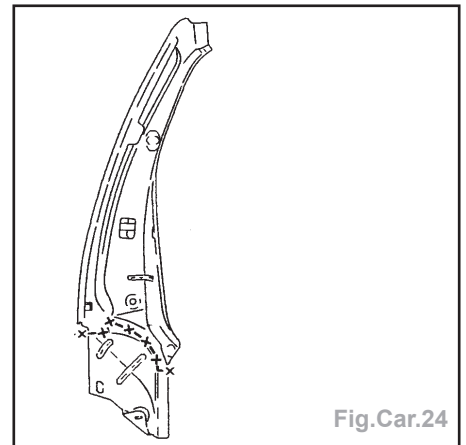

Fig.Car.24
- Tracer puis découper à l'aide d'une scie (Fig.Car.24).
- Souder par points électriques et cordon MAG (Fig.Car.24).